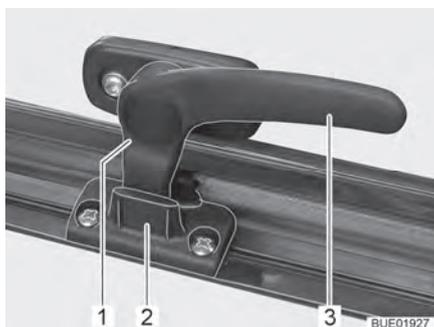

Fig. 20 Levier de verrouillage en position "Aération permanente"
- En position "Aération permanente" (Fig. 20)
- Tourner le levier de verrouillage (Fig. 20,3) d'un quart de tour vers le centre de la fenêtre.
- Tourner le levier de verrouillage d'un quart de tour vers le cadre de la fenêtre. Le tenon de verrouillage (Fig. 20,1) doit pénétrer alors dans le logement prévu à cet effet dans le verrouillage de fenêtre (Fig. 20,2).